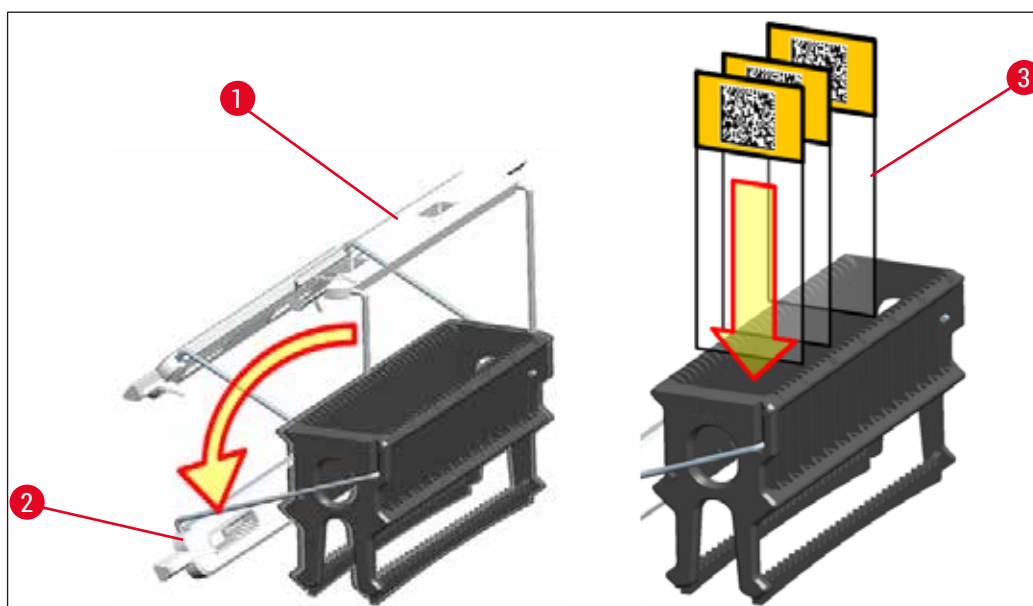

Bild 83
- Rackets framsida är markerad med Leica-logotypen. När handtaget är fastsatt går det att läsa texten **FRONT** på handtaget (→ "Bild 83").
1. Fäll upp rackhandtaget så att det är upprätt (→ "Bild 83").